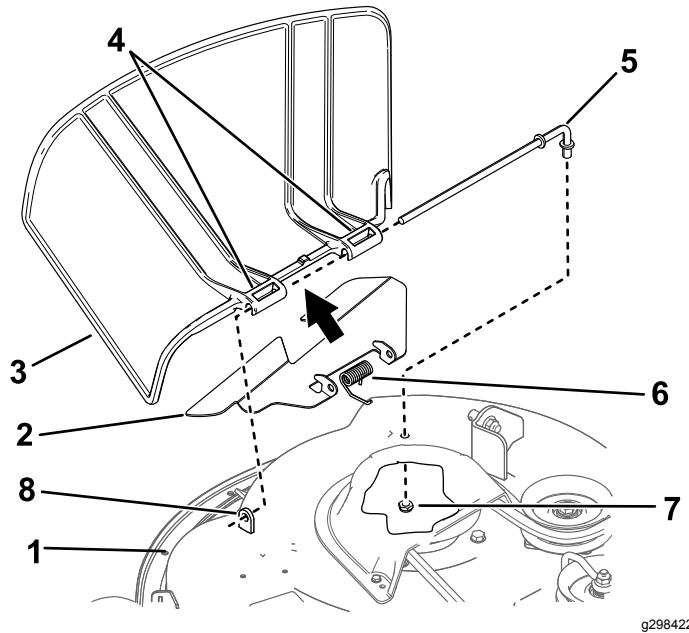

Figura 71
1. Remova a porca ($\frac{3}{8}$ pol.) da barra debaixo do cortador (Figura 71).
2. Faça deslizar a barra para fora da parte saliente curta, mola, abafador e defletor de relva (Figura 71).
4. Instale o novo defletor de relva e o abafador (Figura 71).
7. Faça deslizar a barra pelo abafador e segundo suporte do defletor de relva (Figura 71).
9. Fixe a extremidade traseira da barra ao cortador com uma porca (3/8 pol.), como se mostra na Figura 71.